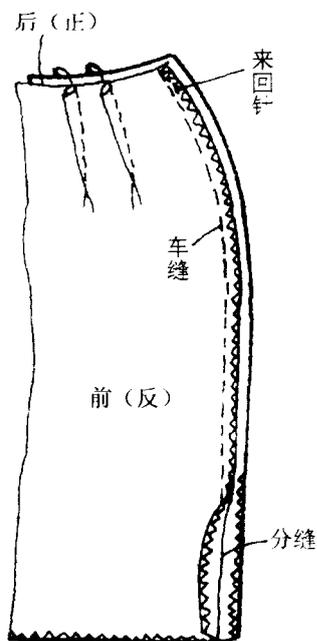

图2-12
12. 缝合侧缝。将前后裙片正面相对，顺侧缝车缝，然后将缝份分缝烫平。见图2-12。